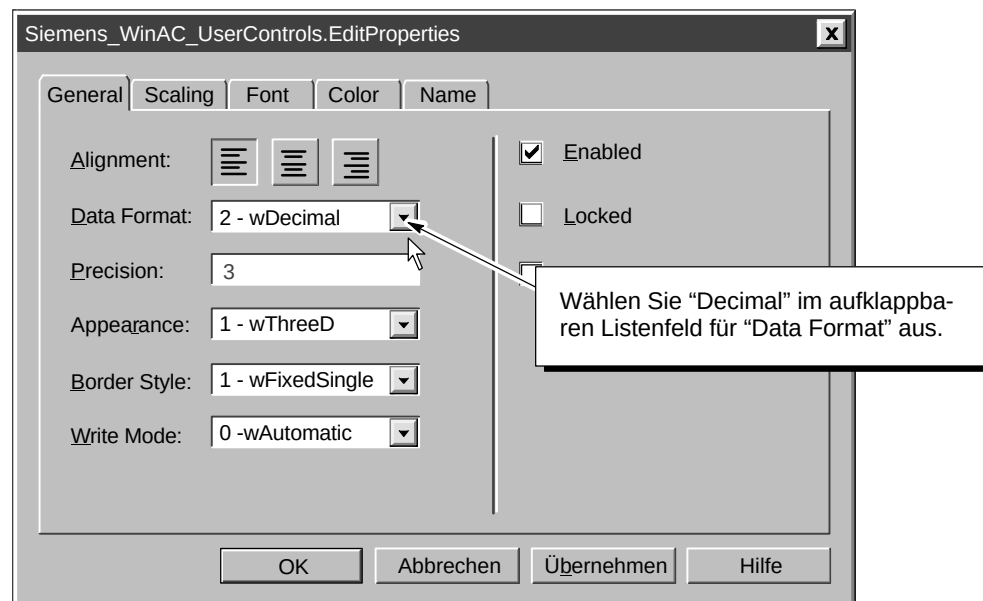

Bild 1-21 Konfigurieren der Anzeigeeigenschaften des Edit Control
3. Suchen Sie den Eintrag für dezimal und klicken Sie auf "2 - wDecimal", um den Wert im Binärformat (0 oder 1) anzuzeigen. (siehe Bild 1-21).